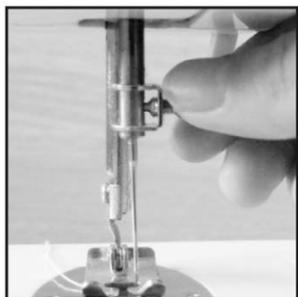
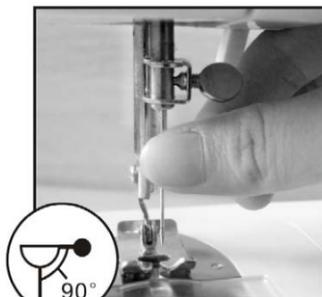

рис. 15
рис. 16
2. Опустите прижимную лапку. Ослабьте винт иглодержателя (рис. 15). Вставьте новую иглу в зажим плоской стороной вправо, подтолкните её как можно выше до стопора и затяните винт обратно (рис. 16).